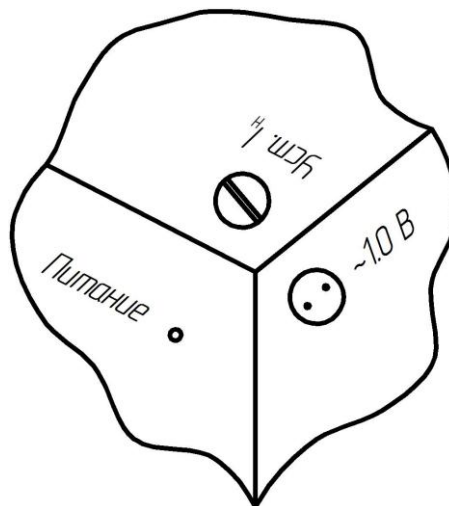

Рисунок 4.3 – Схема установки токовой защиты в пускателе
4.3.2 Настройку уставки токовой защиты в пускателе для защиты асинхронного электродвигателя от перегрузки производить по приложению Г. Перевести переключатель S1 в положение 1 и с помощью потенциометра "Уст. I_n" (рис. 4.3) установить на контрольных точках "~1.0 В" значение напряжения $1 \text{ В} \pm 10 \%$. Перевести переключатель S1 в положение 3, выходной орган механизма должен изменить направление вращения. Отключение двигателя следует контролировать по наличию напряжения, измеренному вольтметром PV, или по шуму механизма.